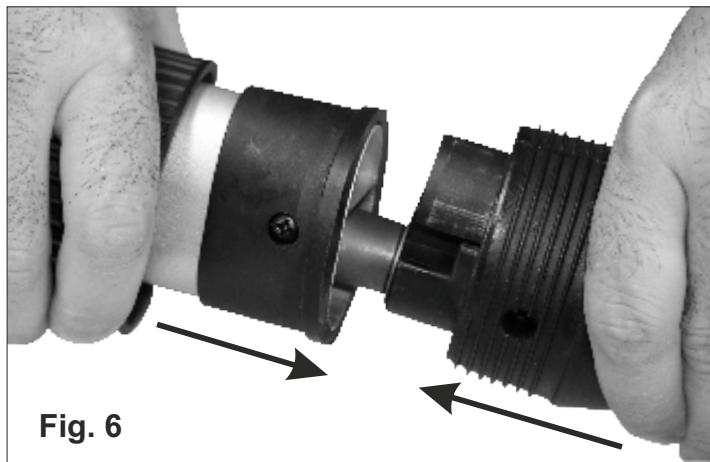

Fig. 7
- Fije el anillo de plástico apretando firmemente. (Fig.7)